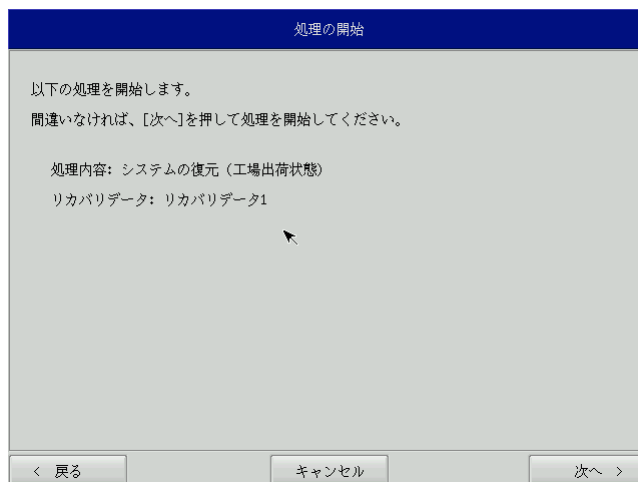

図 5-3-2. 確認画面
- ⑥ 確認画面（図 5-3-2）が表示されます。リカバリデータを確認し、[次へ]ボタンを押して処理を開始します。